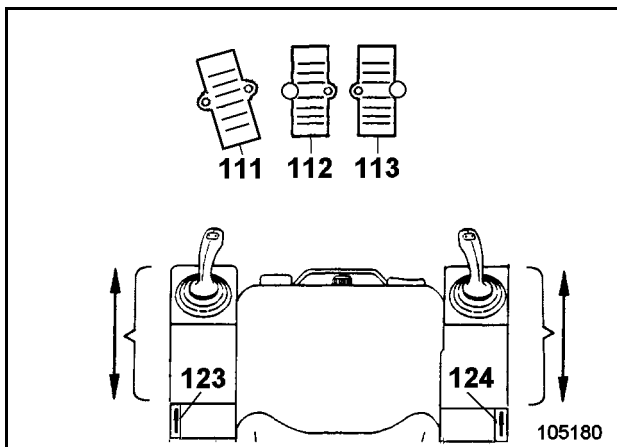

Fig. 2-13 :
- Arrêter la machine en relâchant les pédales de translation (112 et 113, Fig. 2-13 :) ; elles reviennent en position 0.